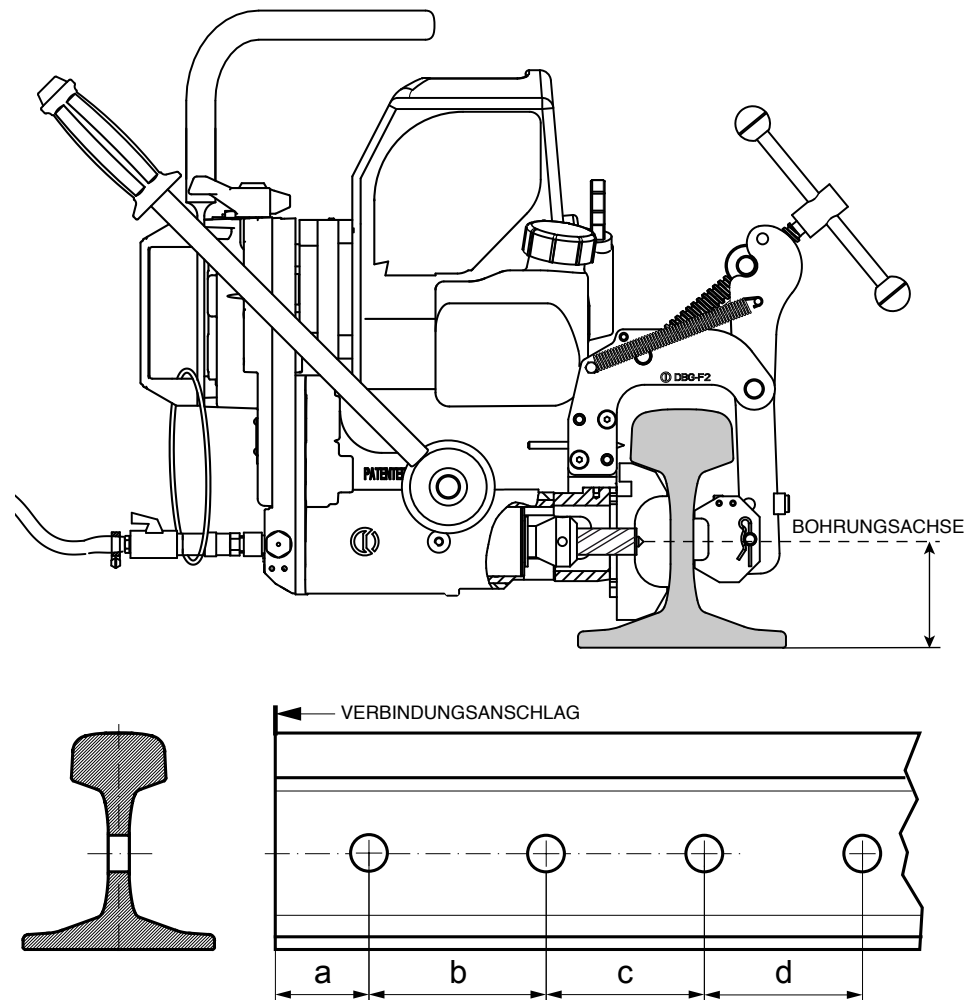

BILD 21
9.1) Bohren mit Befestigungslehre für mechanische Verbindungen (siehe Bild 21)